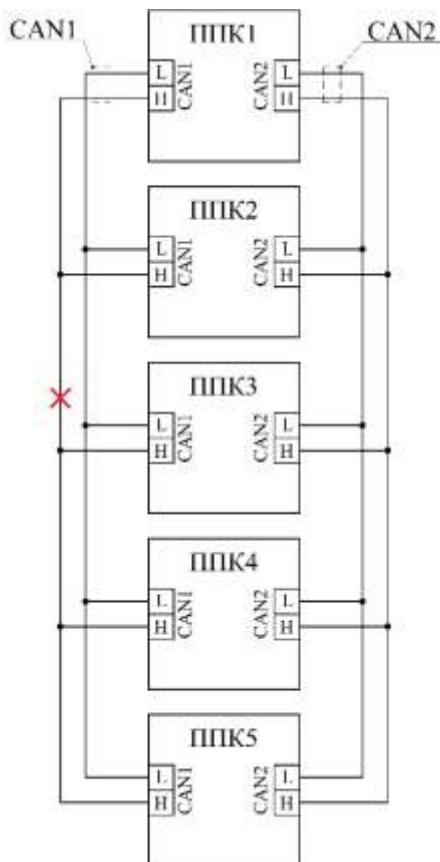

Рисунок 9 – Обрыв линии одного из портов CAN интерфейса
**ВАЖНО!** В случае обрыва линии одного из CAN интерфейсов возникнет неисправность CAN (рис.9). На всех ППК, расположенных до обрыва, в меню **Главное меню / 1.Просмотр параметров / 9.Внешняя сеть / 2.Состояние сети** будет отображаться подключение к ППК, расположенным после обрыва, только по второму интерфейсу CAN. На ППК, расположенных после обрыва линии, в меню **2.Состояние сети** будет отображаться работа с ППК, расположенными до обрыва, только по второму CAN интерфейсу.